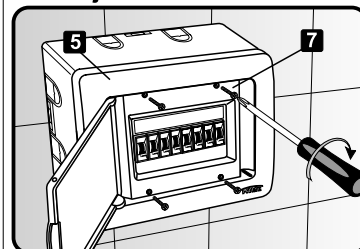

Figura 1 - Fixação da Moldura.
Posicione a Moldura (5) no Quadro de Distribuição (1) e fixe com os quatro parafusos (7) com o auxílio de uma chave phillips adequada (Figura 1).
Posicione a Moldura(5) no Quadro de Distribuição (1) e fixe com os quatro parafusos (7) com o auxílio de uma chave phillips adequada (Figura 1).